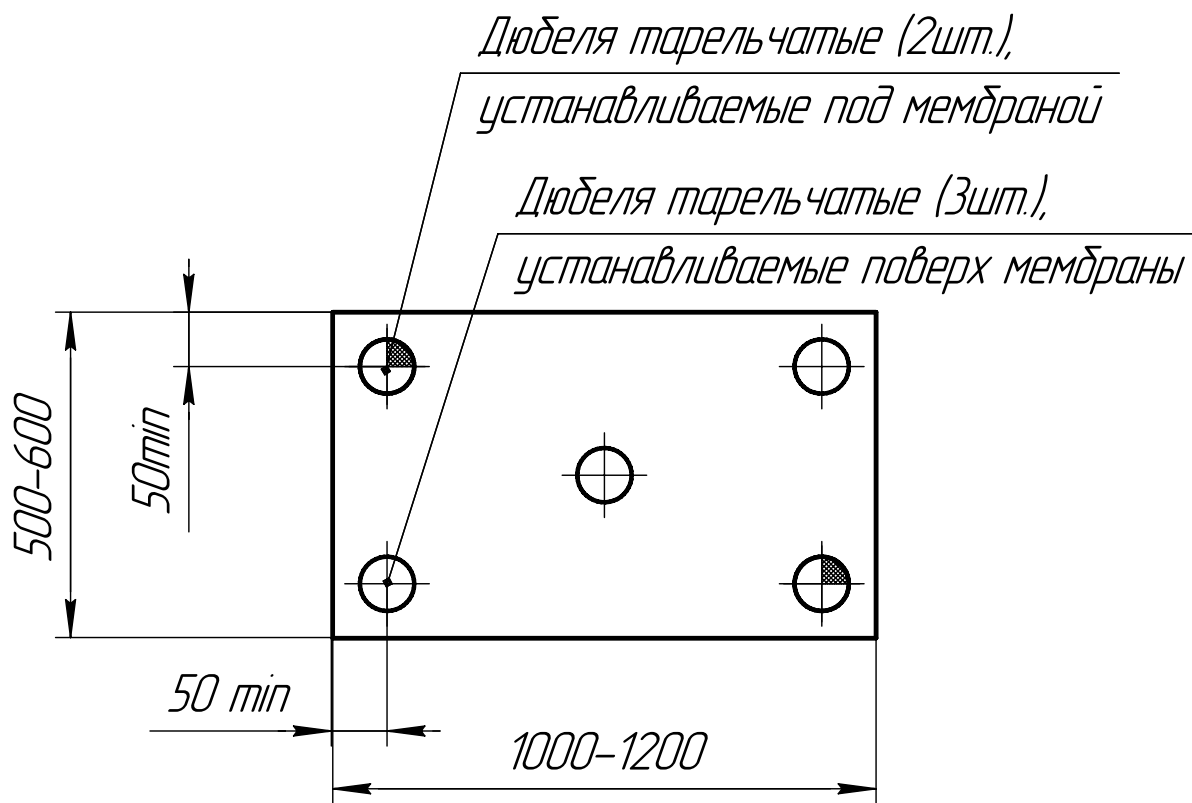

Рис. 3.1 Схема крепления плиты утеплителя
- 6) Закрепить плиты к фасаду тарельчатыми дюбелями с распорными стержнями, шляпки которых надежно прижимают плиты утеплителя к фасаду. На одну плиту устанавливается 5 дюбелей (см. рис.3.1). При этом 2 дюбеля из 5-ти установить сразу и закрепить плиты перед их обшивкой гидроветрозащитной паропроницаемой мембраной. Остальные 3 дюбеля устанавливаются поверх гидроветрозащитной паропроницаемой мембраны (см. п.8).